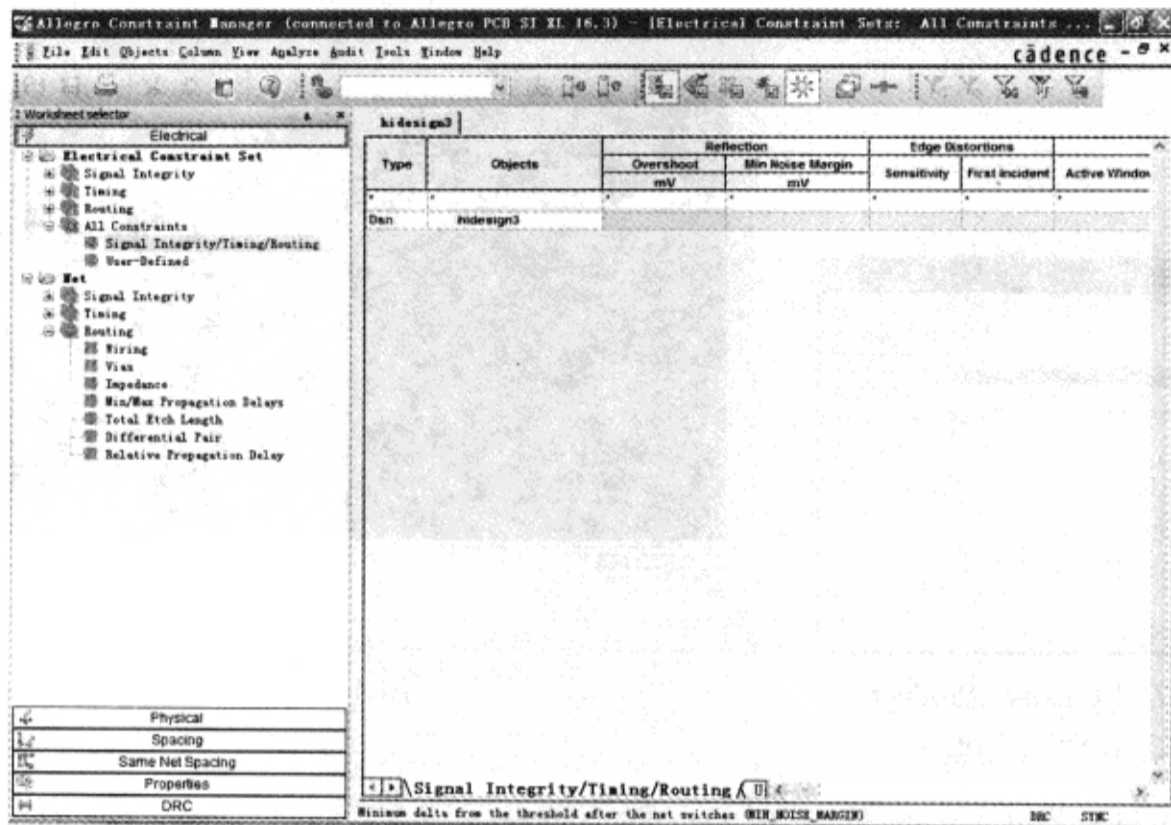

图 3-10-60 约束管理器
(4) 单击“OK”按钮，关闭“Tip of the Day”对话框。
(5) 在左侧列表框中选择“Net”→“Routing”→“Wiring”表格符号。
(6) 选择“Electrical Constraint Set”→“All Constraints”表格符号，表格区域如图 3-10-60 所示。“All Constraints”表格保存设计中所有的 Electrical Constraint Sets。